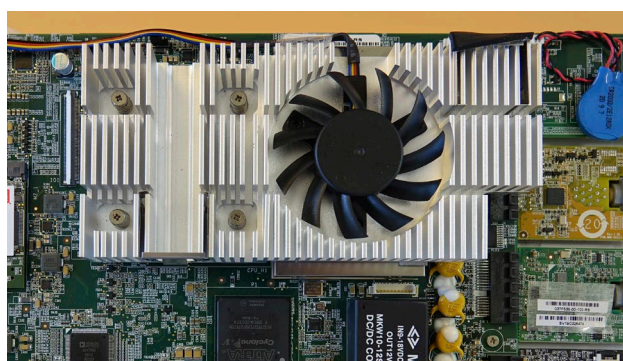

Figura 30 Installare la ventola
e) Installare la nuova ventola con il cavo rivolto verso il bordo superiore dell'unità display (Figura 30)